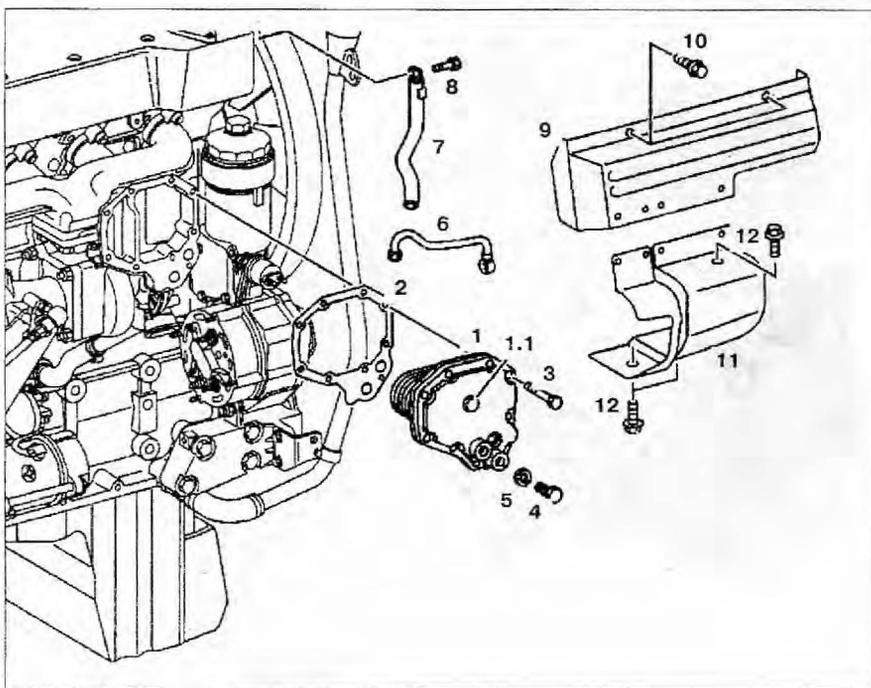

Рис. 3.26. Масляный радиатор:
4. Снимите щиток **9** с выпускного коллектора (рис. 3.26).